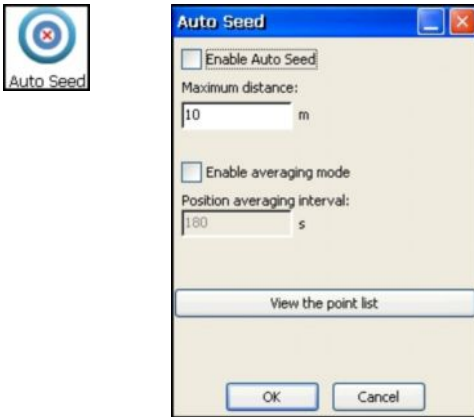

Рис. 3-15. Настройка базового приемника
11. Для настройки базового приемника нажмите значок Auto Seed и задайте следующие параметры (Рис. 3-15 на стр. 3-16), после чего нажмите ОК.